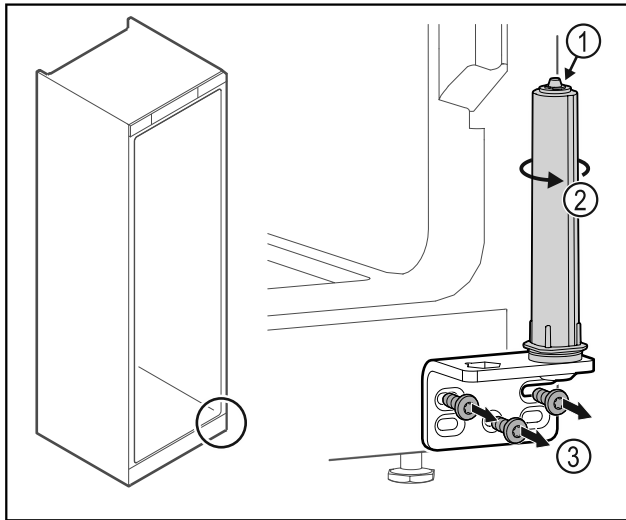

Fig. 38
▶ Не розбирати систему закриття дверей Fig. 38 (1).
- ▶ Повертати систему закриття Fig. 38 (2) до клацання.
- ▶ Відкрутити шарнірний кутик Fig. 38 (3).